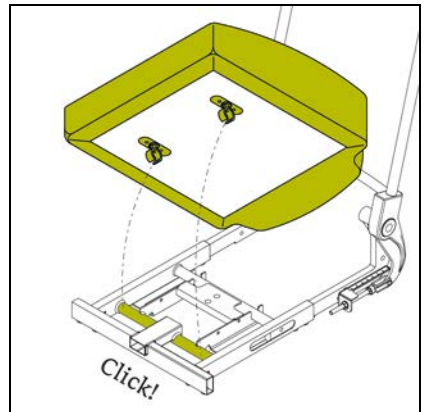

Figure 3.2
##### Remise en place (fig. 3.2).
3. Enclencher le coussin sur son cadre (fig. 3.2).